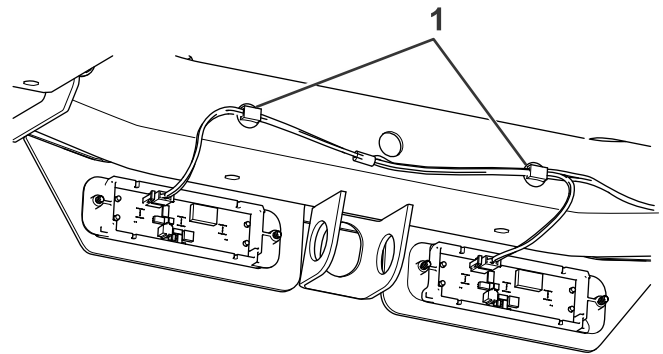

Bild 7
4. Schließen Sie den Kabelbaum an der Rückseite der Beleuchtung an und befestigen Sie den Kabelbaum mit Kabelbaumclips an der vorderen Rahmenschiene (**Bild 7**).